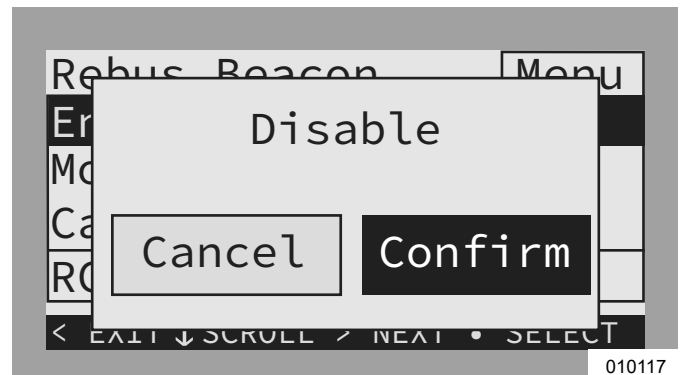

Figure 6-25. Désactiver l'horaire TOU (2 de 3)
3. Voir Figure 6-25. Utiliser la flèche droite pour sélectionner Confirm (Confirmer) et appuyer sur la touche centrale.